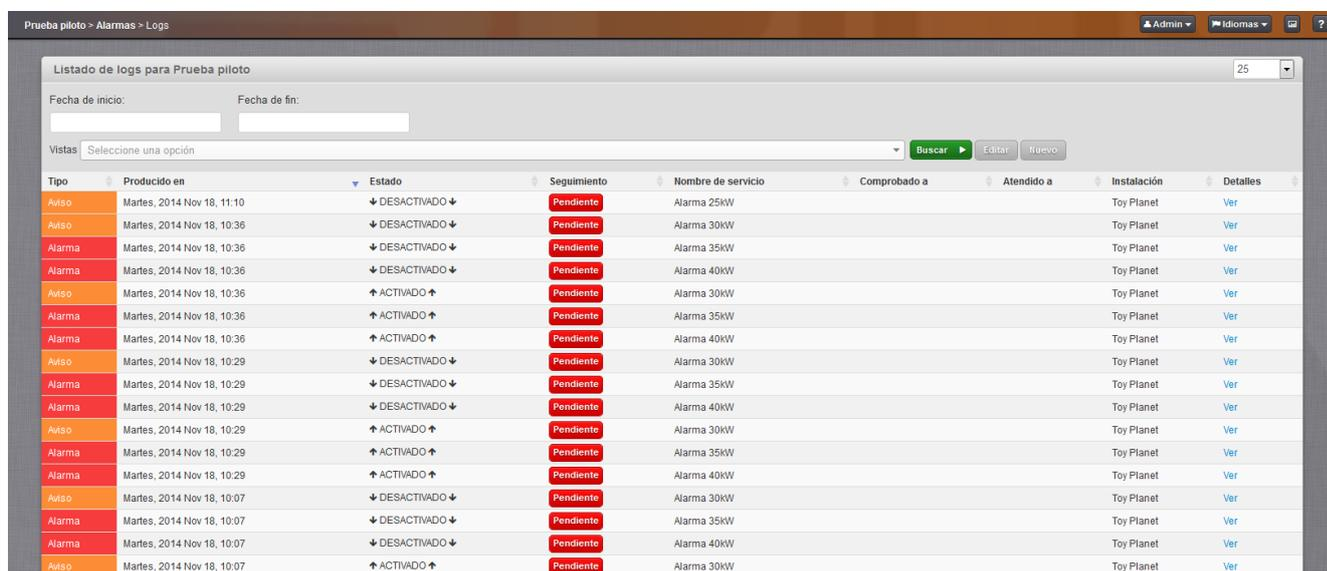

Figura 67:Logs (Lista).
- ✓ En formato **lista**, **Figura 67**, donde de forma más detallada se visualizan las alarmas generadas.